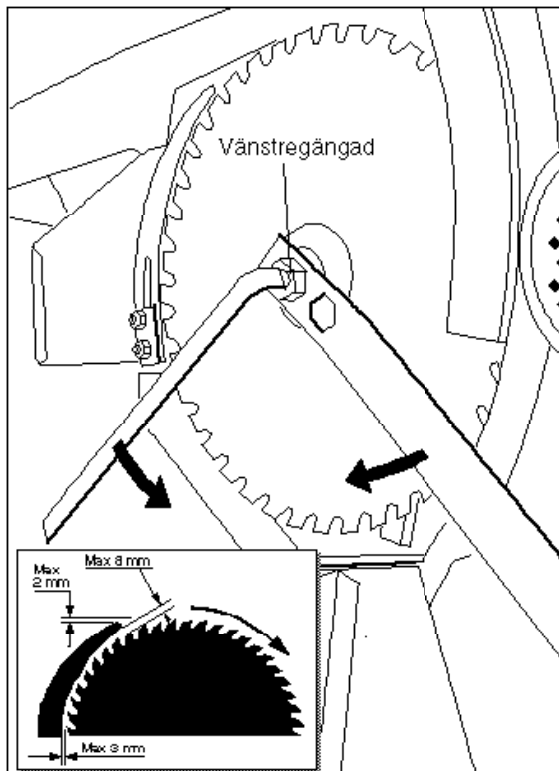

Fig. 12
- Vid byte av sågklinga skall alltid denna sänkas ner under bordet. Lossa skyddsplåtarna. Spärra spindelaxeln med härför avsett verktyg och lossa spindelmuttern genom att skruva den i sågklingans rotationsriktning (vänstergängad). Använd de verktyg som levereras tillsammans med sågen (Fig. 12). Montering av ny sågklinga sker i omvänd ordning.
- Klyvkniv skall alltid finnas på sågen när den är i bruk. Klyvknivens placering i förhållande till sågklingen framgår av *fig. 12*. Vid byte av sågklingen till annan tjocklek än standard, skall även klyvkniven bytas. En kniv, som är 0,2 mm tjockare än klingans liv i tandbotten, är lämplig.